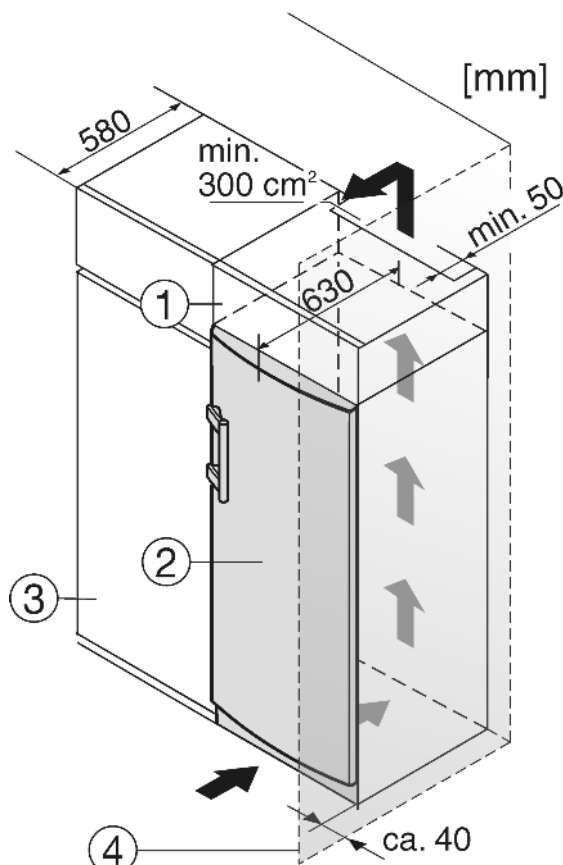

Fig. 10
- (1) Mobile da appoggio
- (2) Apparecchio
- (3) Mobile da cucina
- (4) Parete
L'apparecchio può essere incassato nell'arredamento per la cucina. Per adattare l'apparecchio Fig. 10 (2) all'altezza della cucina componibile, è possibile applicare sopra l'apparecchio un adeguato mobile da appoggio Fig. 10 (1).
Nell'incasso con mobili da cucina (profondità max. 580 mm) l'apparecchio può essere installato direttamente accanto al mobile da cucina Fig. 10 (3). La porta dell'apparecchio sporge di lato 34 mm e al centro dell'apparecchio 50 mm rispetto alla parte anteriore del mobile da cucina. Questo consente una perfetta apertura e chiusura.
Se l'apparecchio con cerniere viene installato accanto ad una parete *Fig. 10 (4)*, la distanza minima fra l'apparecchio e la parete deve essere almeno di 40 mm, che corrisponde alla sporgenza della maniglia con la porta aperta.